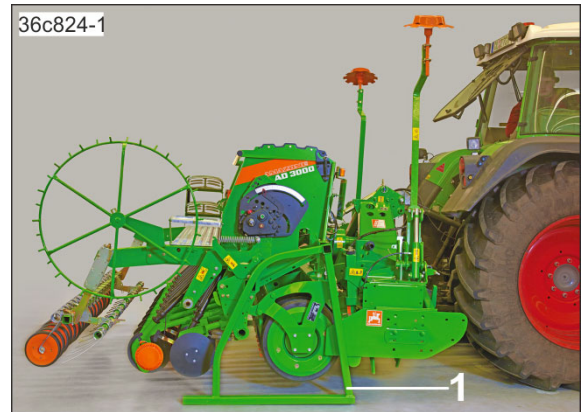

Рис. 97
9. Снимите опорные стойки (Рис. 97/1).